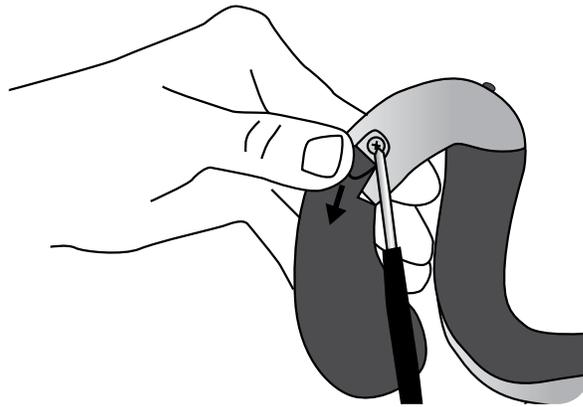

Abbildung 6-2: Befestigung der Daumenballenstütze an der Orthese
4. Ziehen Sie die Schraube für die Daumenballenstütze fest. Dies sorgt für einen ordnungsgemäßen Sitz der Daumenballenstütze und stellt den elektrischen Kontakt zwischen der Daumenballenstütze und der Orthese her. Siehe Abbildung 6-2.